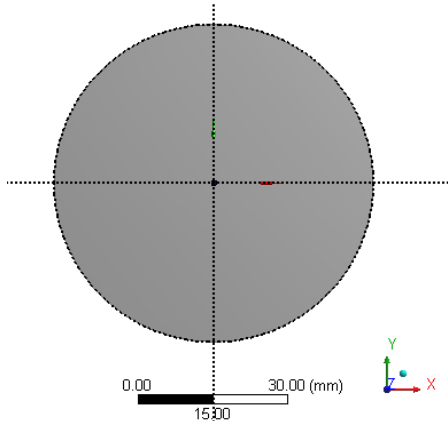

图 2-47 草图绘制平面正视前方
- 步骤 04** 单击图形显示控制工具栏中的  (正视放大) 按钮, 使草图绘制平面正视前方, 方便绘制图形, 如图 2-47 所示。